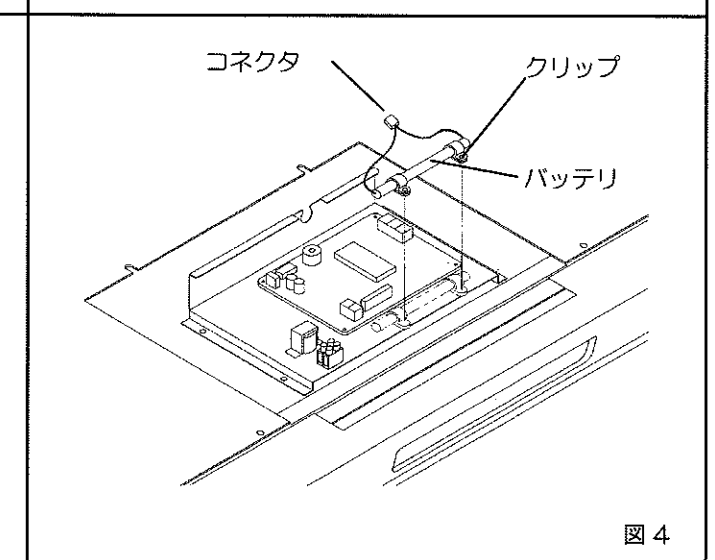

図4
- 4) バッテリーのコネクタを外し、クリップと一緒にバッテリーを取外してください。(図4)